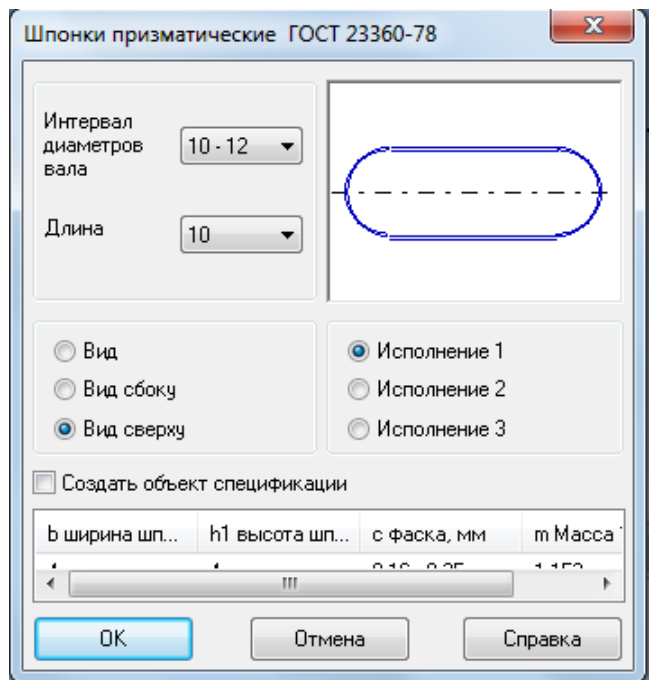

Рисунок 113.
2. Откройте «*Конструкторскую библиотеку*», раздел «*Шпонки*», выберите «*Шпонка ГОСТ 23360-78*» (рисунок 113). Выберите диапазон диаметров участка вала под шпонку (в нашем примере – 10-12). Задайте длину шпонки (предварительно ее рассчитав) – **10мм**, выберите *Вид сверху*, *Исполнение 1*.